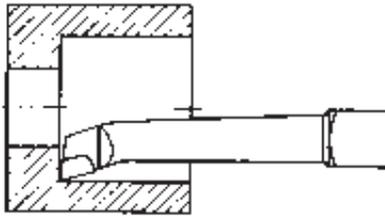
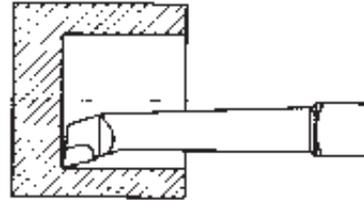

Fig. 8
Fig. 9
**OBSERVACIÓN:** Para el caso de agujero escalonado (Fig. 8), o agujero ciego (Fig. 9), debe preverse una herramienta que pueda cilindrar y refrentar a la vez.